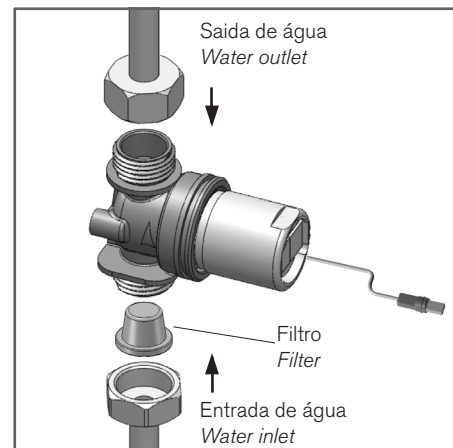

Fig. 3
- 2- Ligue a entrada de água ao adaptador do filtro no alojamento da válvula solenóide. (Ver fig. 3)
2. Fit the water supply inlet to the filter adapter at the solenoid housing. (See Fig.3)